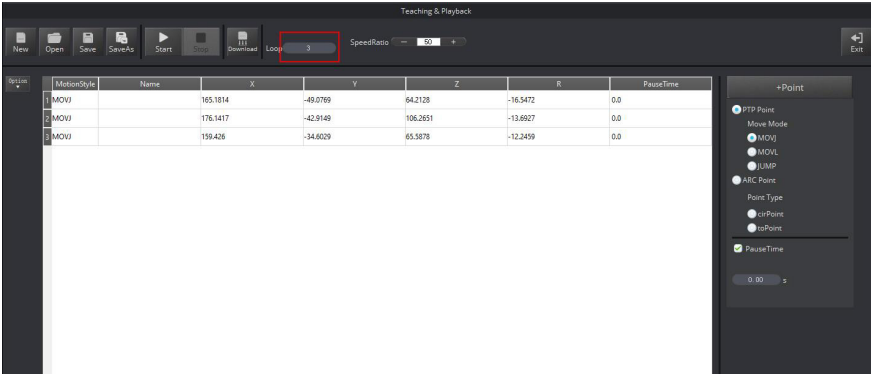

Figura 22: Insira 3 na caixa de texto Loop
3.5 Insira **3** na caixa de texto Loop. O braço robótico repetirá a sequência de movimentos três vezes, como mostrado na Figura 22.